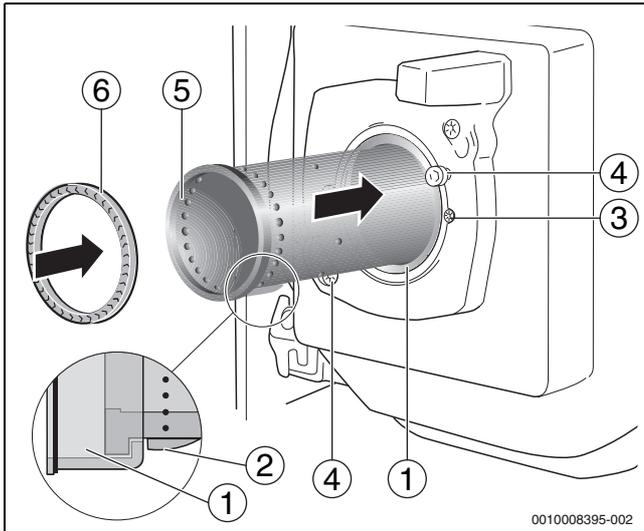
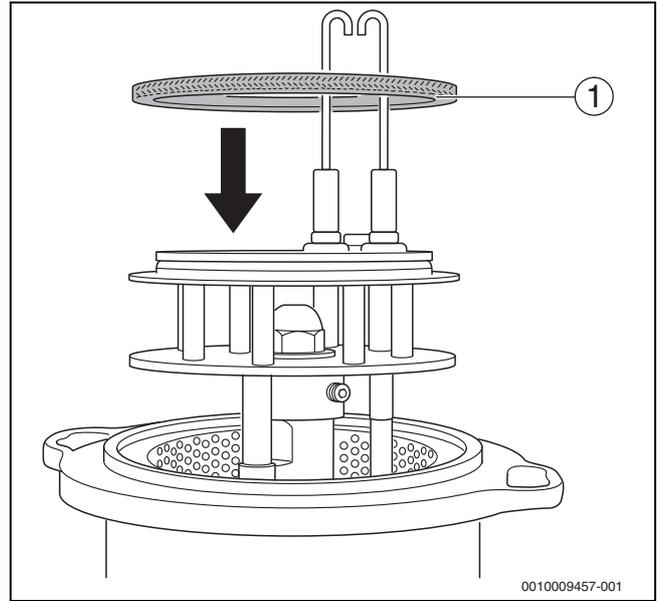

Bild 42 Brennerrohr austauschen
Bild 44 Dichtung einsetzen
- ▶ Neues Brennerrohr (→Bild 42, [5]) in das Stützrohr einsetzen. Dazu das Brennerrohr über die Nase (→Bild 42, [2]) hinweg bis gegen den Anschlag des Stützrohrs führen. Die Nase des Brennerrohrs muss dabei nach unten zeigen und einrasten (→Bild 42, [Lupe]).
- ▶ Neue Dichtung (→Bild 42, [6]) einsetzen.
- ▶ Vor dem Einbau des Brenners die Dichtung (→Bild 42, [6], bzw. Bild 44, [1]) zwischen Mischsystem und Brennerrohr prüfen.
- ▶ Dichtung (→Bild 42, [6]) in das Brennerrohr einsetzen.
- ▶ Dichtung (→ Bild 44, [1]) zunächst auf dem Mischsystem aufsetzen.
- ▶ Brenner auf die beiden Schrauben im Brennerflansch (→ Bild 42, Pfeile) aufsetzen.